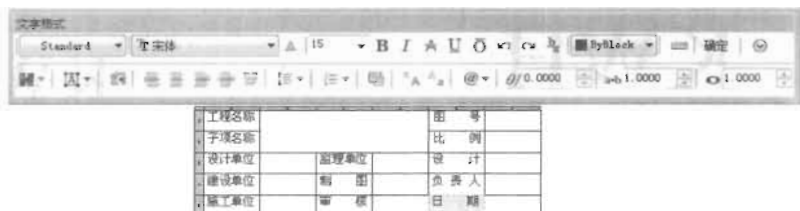

图 9-83
- (1) 适当放大表格，以便使输入的文字看得清楚。
- (2) 鼠标左键双击任意单元格，进入文字输入状态，然后输入如图 9-83 所示的文字。